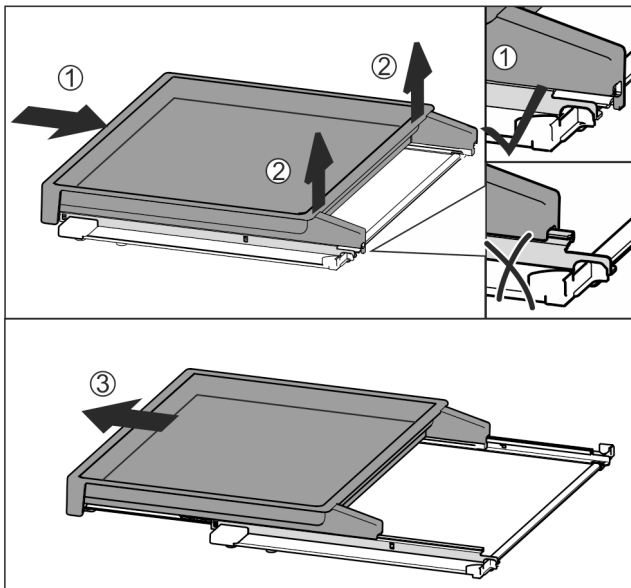

Fig. 50
- Insérer complètement la bordure télescopique Fig. 50 (1).
- La désenclencher à l'arrière Fig. 50 (2).
- Sortir la bordure télescopique par l'avant Fig. 50 (3).